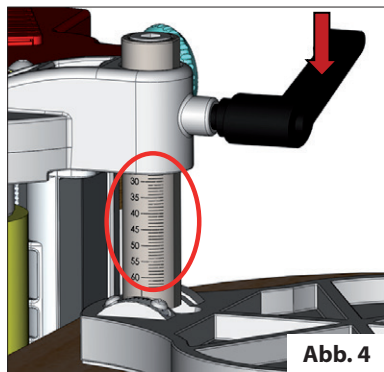

Abb. 4
- Messen Sie die Dicke der zu beklebenden Platte und stellen Sie diesen Wert auf der Skala des Auflagetisches ein. Vergewissern Sie sich dass der Verriegelungshebel richtig verriegelt ist (Abb. 4)